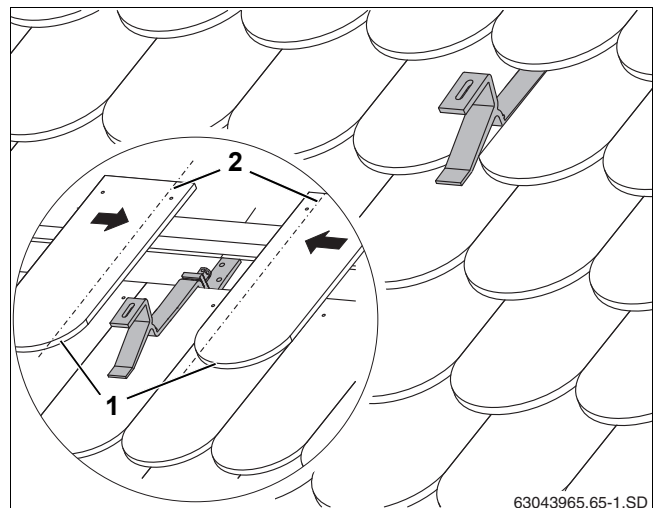

Рис. 20 Кровельный крюк на крыше, покрытой черепицей
- ▶ Обрежьте примыкающую плоскую черепицу (рис. 20, [1]) (по штриховой линии, (рис. 20, [2])).